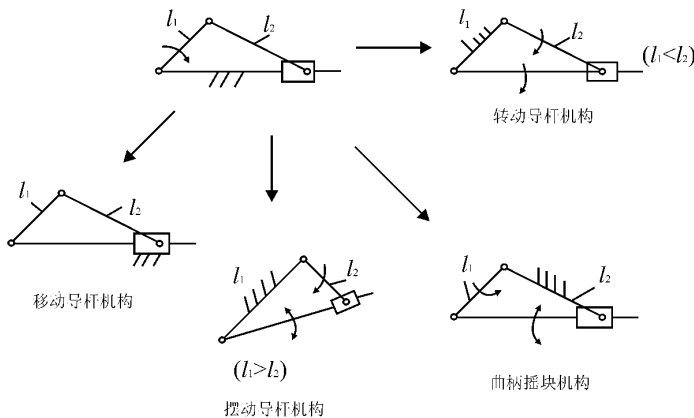

图 1-2-5
①形成条件:曲柄滑块机构 $\xrightarrow[\text{构件长度}]{\text{变换机架}}$ 导杆机构。
②图形转换(如图 1-2-5 所示):